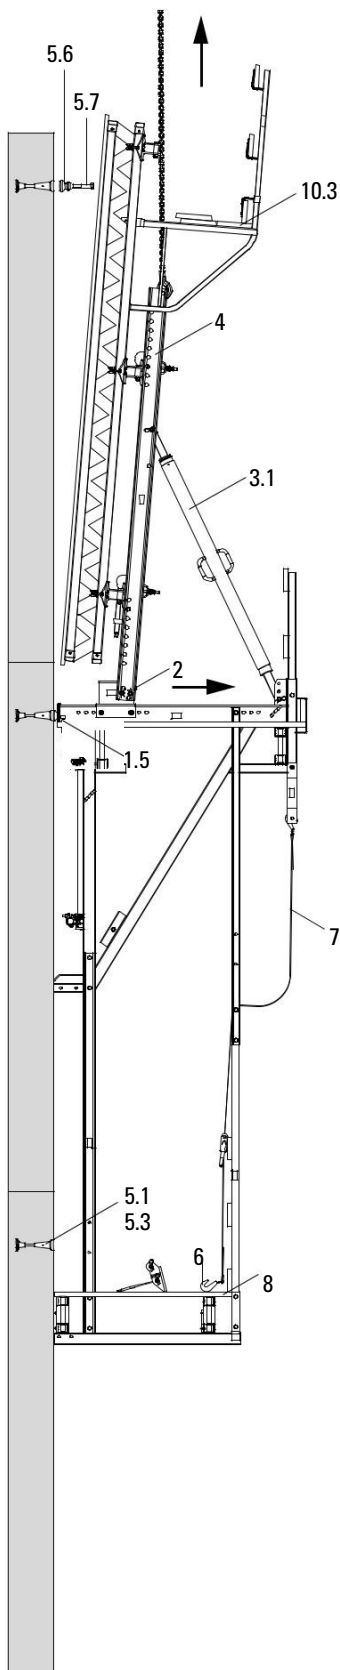

Fig. B4.01
2. Дръпнете кофража от стената с помощта на регулиращото устройство (2), виж V3. Наклонете кофража по посока на парапетите, като използвате регулиращата скоба (3.1).
4. Отстранете ветровото укрепване от стената с помощта на шпилка DW 15 или ремък CB (7) и го поставете върху долната платформа (8).
5. Махнете частите на укрепването (6).
8. Махнете пода на бетониращата платформа (10.3) над трегера. Прикрепете повдигащо въже на трегера (4). (Fig. B4.01)